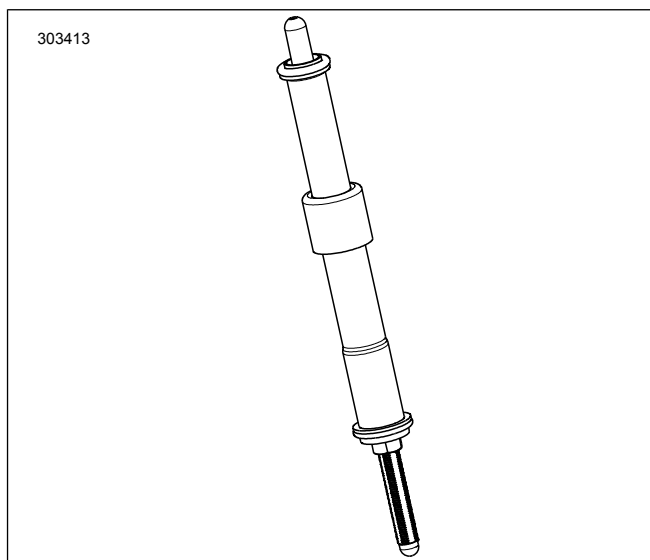

Figura 2. Asta delle punterie installata nel relativo coperchio
7. Figura 2 Installare le aste delle punterie di aspirazione nei relativi coperchi. Sostituire gli anelli di tenuta O-ring, il coperchio inferiore delle aste delle punterie e il dispositivo di fissaggio del coperchio della molla con i nuovi componenti presenti nel kit. Controllare che l'estremità con il registro dell'asta delle punterie sia abbassata.